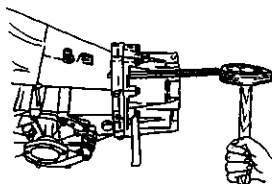

图 3-58 分开导向锁
- 10) 分开导向锁 (不用取下), 如图 3-58 所示。